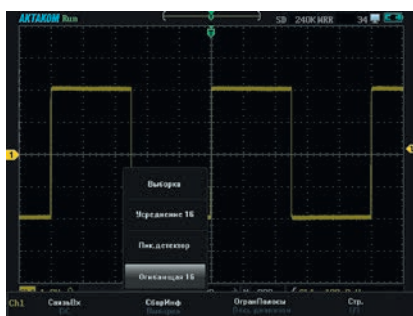

Рис. 16. Режим огибающей
- Режим огибающей. Обычно этот режим регистрации не предлагается пользователям в ручных осциллографах и осциллографах начального уровня, но в серии ADS-4000 он есть. Функционально этот режим похож на режим пикового детектора. Также используются минимальные и максимальные точки развертки, но берутся они из разных захватов (из ряда 2, 4, 8, 16, 32, 64, 128 или 256), затем они объединяются для создания развертки сигнала, представляющей минимальные/максимальные приращения по времени (рис. 16).